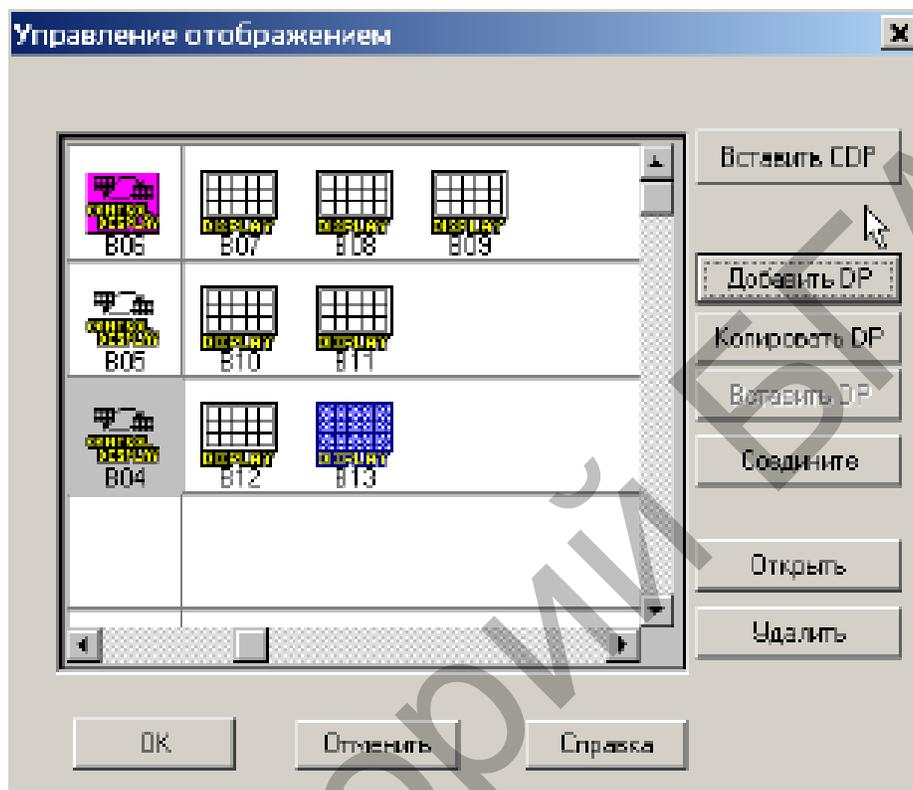

Рисунок 6.19 – Окно управление отображением
4) Щелкните на кнопке “Добавить DP”, чтобы добавить функциональный блок(и) DP для функционального блока управления отображением (CDP). В один CDP можно добавить максимум 10 блоков DP (рисунок 6.19).